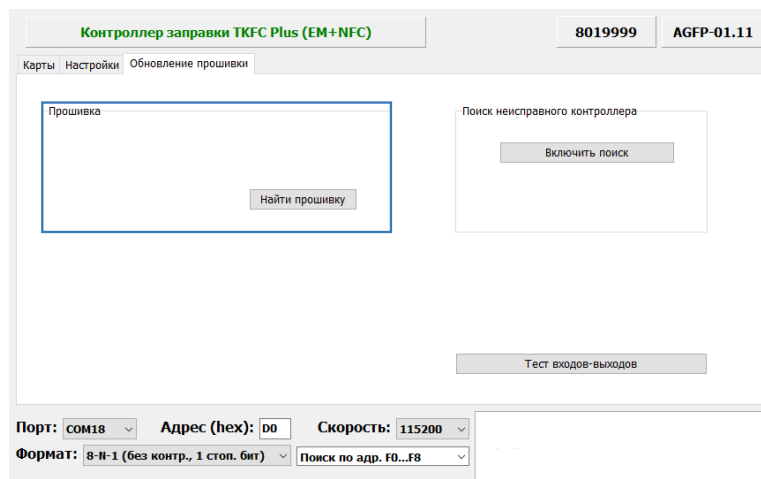

Рис.38. Сохранение журнала в файл LogList.txt
- в программе перейти на вкладку «Обновление прошивки» и нажать кнопку «Найти прошивку» (**Рис.38**). После этого пользователю будет предложено выбрать нужный файл прошивки. Файл прошивки должен иметь формат .eraw. Актуальную версию прошивки вы можете загрузить с официального форума ООО НПО «ТехноКом».